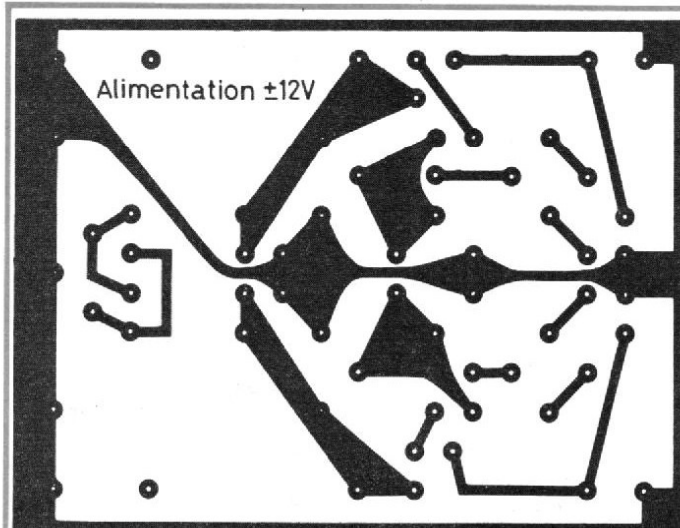

Fig. 18
- figure 18 : alimentation, côté cuivre.